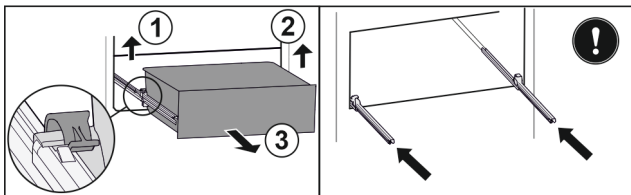

Fig. 120
- ▶ Підняти лівий затискач і одночасно висувний ящик ліворуч потягнути вперед. Fig. 120 (1)
- ▶ Підняти правий затискач і одночасно висувний ящик праворуч потягнути вперед. Fig. 120 (2)
- ▶ Вийняти висувний ящик рухом вперед. Fig. 120 (3)